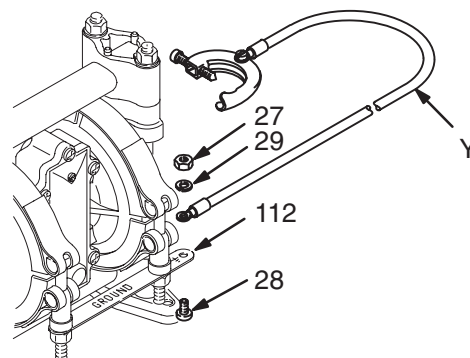

Fig. 1
- *Pumpe*: Stelledningen (Y) skal sluttes til jordskinnen (112) med den skrue (28), låseskive (29) og møtrik (27), der er vist på Fig 1. Tilslut stelledningens klemmeende til en sikker jordforbindelse. Bestil delnr. 222011, stelledning og klemme.